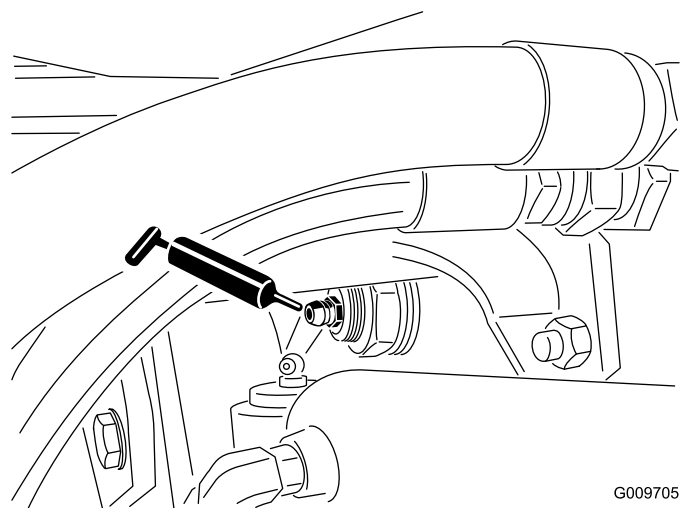

Figura 50
- Articulação do casquilho do eixo traseiro (2) (Figura 50)